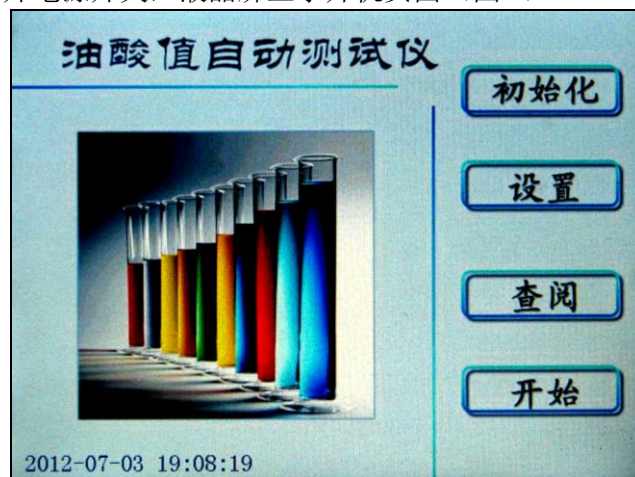
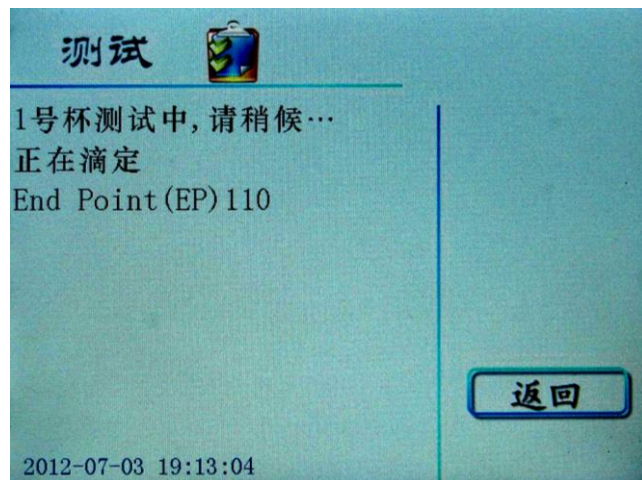
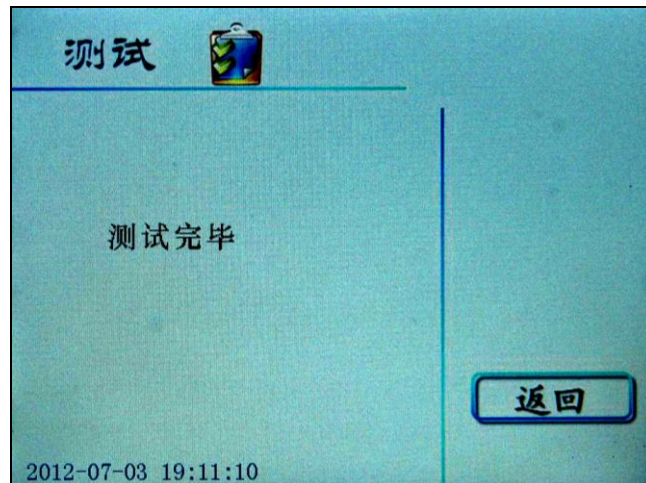
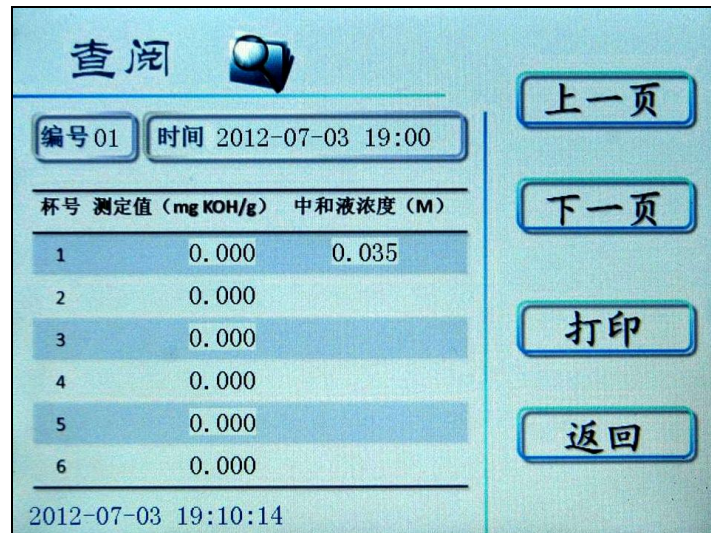

图4 开机页面
图 14
图 15
图 16
1. 插接电源线，打开电源开关，液晶屏显示开机页面（图4）
2. 在图4所示页面下，按 初始化 键进入下一级页面（图5）；
棒，水平放置在相应的杯位孔内，盖上样品测定暗室盖。在开机页面（图 4）按 开始 键进行测定，同时显示屏显示测试页面，屏幕在不同测试阶段分别显示“X 号杯测试中，请稍后……”、“正在滴定”，测定完成后还会显示“滴定终点（EP）值”（图 14）及“测试完毕”（图 15）等字样。
10. 测定完成后，本机自动保存 35 组数据。操作人员如果想查阅，请按返回键进入开机页面（图 4），点击查阅键进入查阅页面（图 16），点击上一页或下一页键可查看编号 01~35 号组数据，点击打印键可以通过打印机输出所需数据。